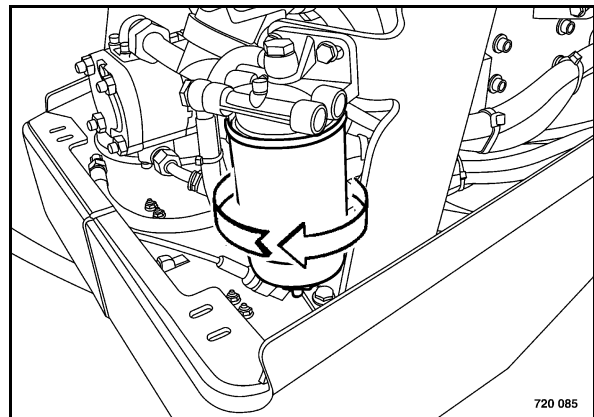

Рис. 113
- Ослабить топливный фильтр (Рис. 113) с помощью подходящего ленточного ключа и отвинтить его.